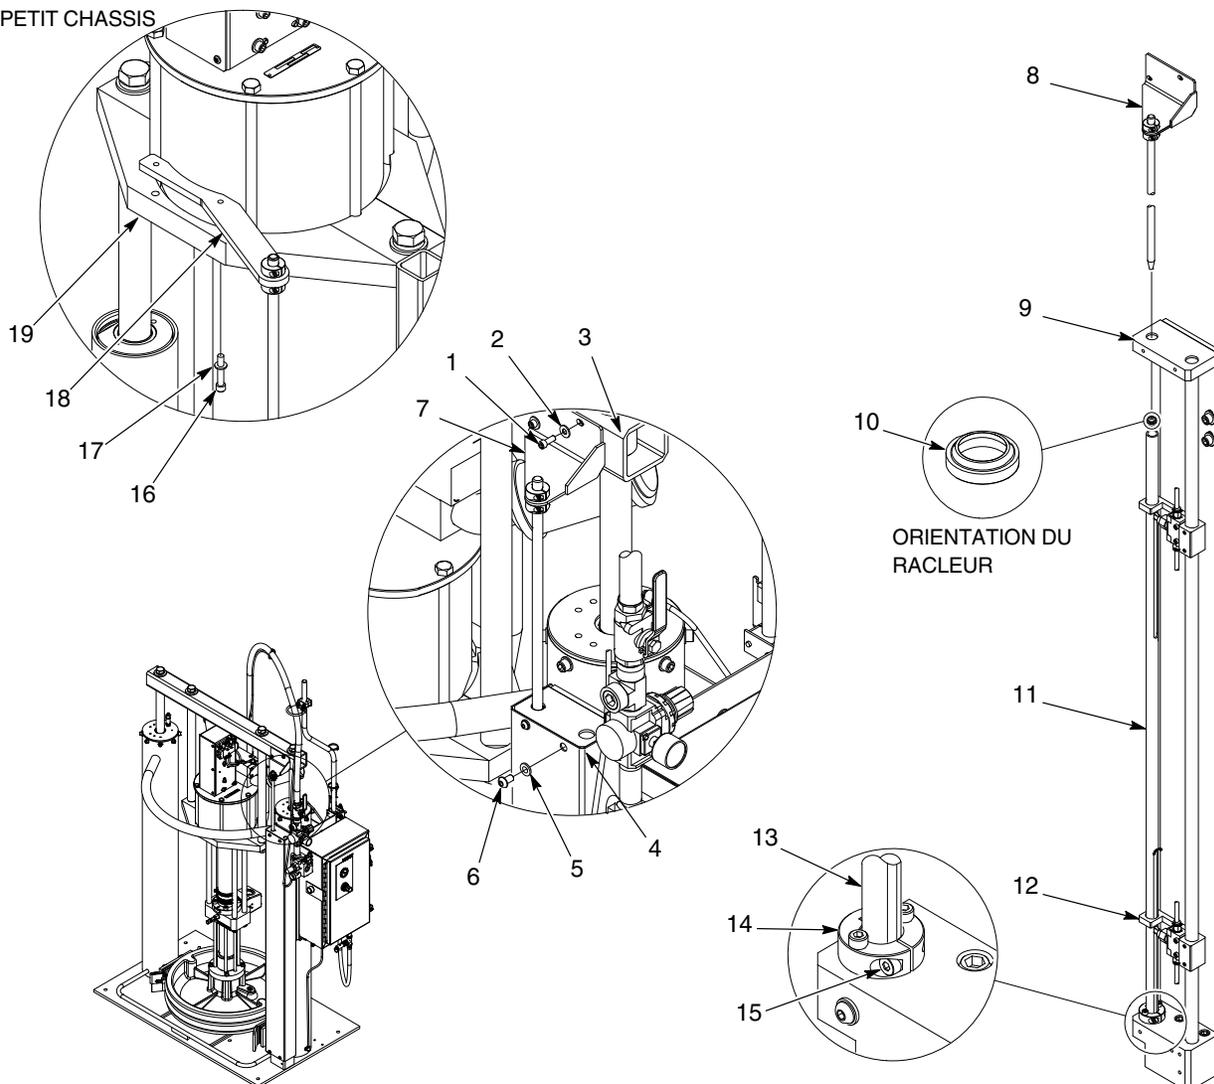
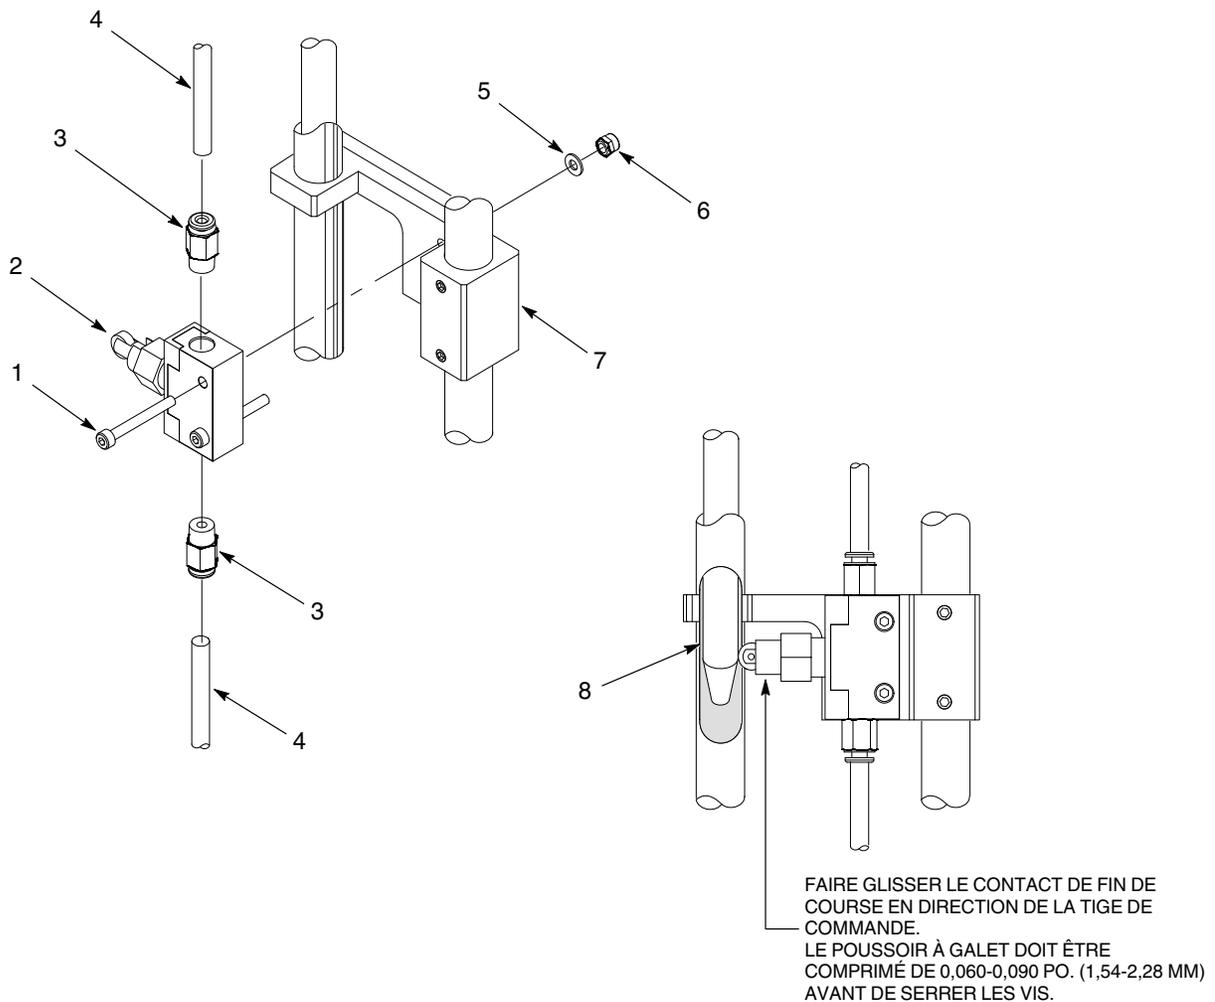
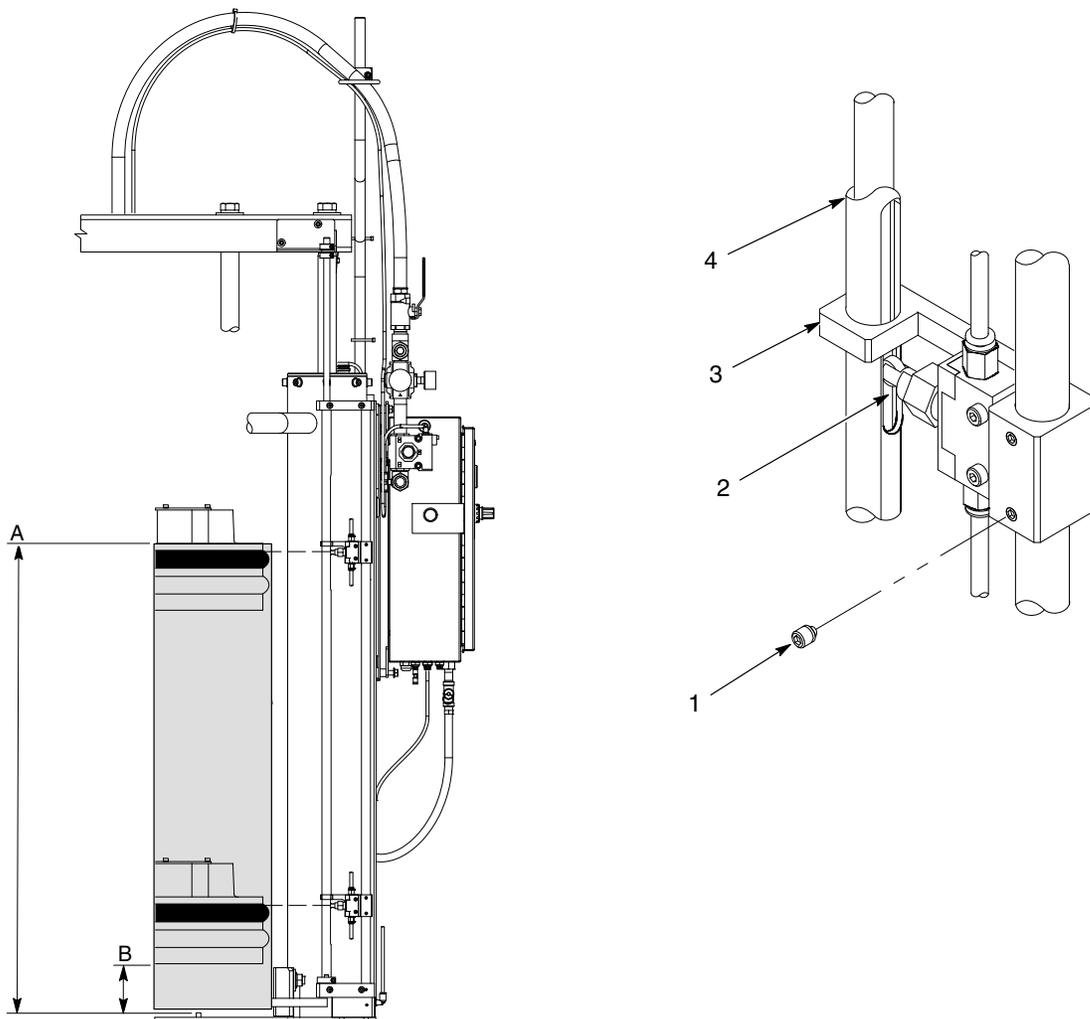

Figure 2 Remplacement type d'un joint racleur (*grand châssis représenté*)
Figure 3 Remplacement type d'un contact de fin de course
Figure 4 Réglage des contacts de fin de course (*grand châssis représenté*)
1. Voir la figure 2. Retirer les vis (6) et les rondelles (5) qui fixent le capot (4) à la plaque de base (9).
2. **Grand châssis** : Retirer les vis (1) et les rondelles (2) fixant le support (7) à la barre de jonction (3).
2. Voir la figure 3. Débrancher les tuyaux (4) des raccords (3).
3. Retirer l'écrou de verrouillage (6), la rondelle (5) ainsi que les vis (1) qui servent à fixer le contact de fin de course (2) au support (7).
4. Retirer les raccords (3) et les installer sur le nouveau contact de fin de course (2).
5. Installer le nouveau contact de fin de course (2) sur le support (7) à l'aide des vis (1), des rondelles (5) et des écrous de verrouillage (6). Ne pas encore serrer les vis.
6. Relier les tuyaux (4) aux raccords (3).
7. Faire glisser le contact de fin de course (2) en direction de la tige de commande (8) jusqu'à ce que son poussoir à galet soit comprimé de 0,060-0,090 po. (1,54-2,28 mm). Serrer fermement les vis (1).
8. Vérifier les réglages du contact de fin de course (2).
9. Voir la figure 2. Installer le couvercle (4) sur la plaque de base (9) à l'aide des vis (6) et des rondelles (5). Serrer fermement les vis.
Voir la figure 4 et considérer les descriptions figurant au tableau 1 ci-dessous avant de procéder à des réglages. Procéder comme suit pour réinitialiser les contacts de fin de course :
2. Voir la figure 4. Desserrer les vis de blocage (1) servant à fixer le support du contact (3) sur les rails de guidage (4).
3. Faire glisser le support du contact (3) à la hauteur souhaitée et serrer les vis de blocage (1).
4. Vérifier les réglages des contacts de fin de course (2).
5. Voir la figure 2. Installer le couvercle (4) sur la plaque de base (9) à l'aide des vis (6) et des rondelles (5). Serrer fermement les vis.